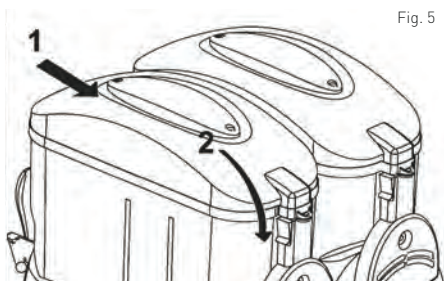

Fig. 5
- Dopo aver versato la miscela nel recipiente (2) posizionare il coperchio (1) sul recipiente (2). Vedi: Fig. 5.